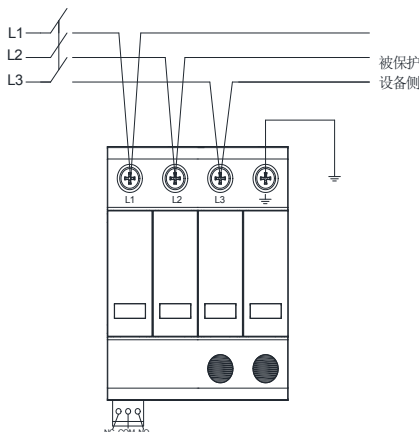
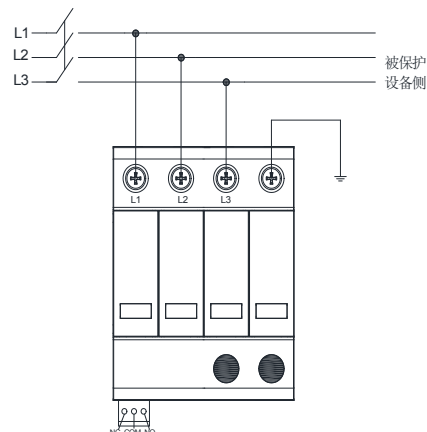

图 6-1 RPM750-40/3N+NPG 接线示意图-V 形接线
图 6-2 RPM750-40/3N+NPG 接线示意图-常规接线
- ◆ 产品采用 35mm 标准导轨安装固定，接线推荐采用图 6-1 所示的 V 形接线时，也可采用如图 6-2 所示的常规的直接并联接线。为实现更好的防护效果，当采用直接并联接线时，接线应尽量短，总长度应控制在 0.5m 以内。